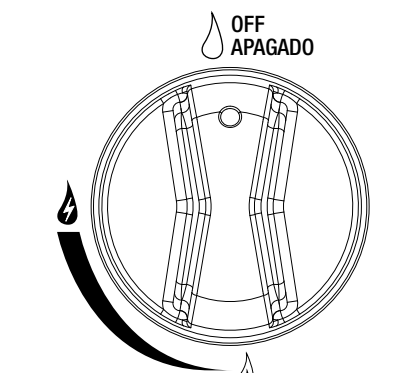

Figura 3
2. Asegúrese de que las perillas de control están en la Posición "APAGADO". Vea la Figura 3.
- Todas las perillas tienen que estar en la posición "APAGADO". Vea la Figura 3.
- La perilla de control tiene que estar en la posición "APAGADO". Vea la Figura 3.